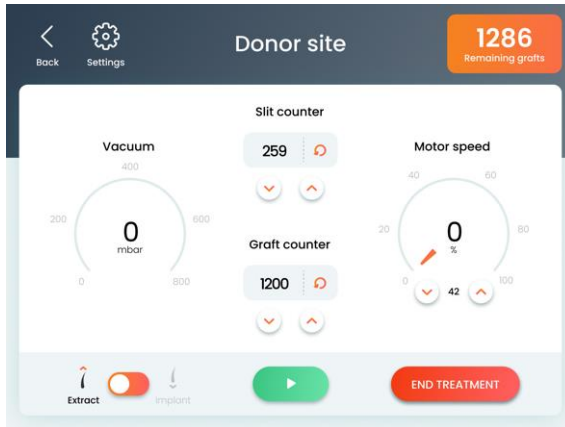

Figura 5-9. Pantalla de tratamiento en área donante (en estado pausado)
1. Verifique que haya aparecido la pantalla Donor Site Treatment (Tratamiento en área donante), como se muestra en la Figura 5-9.